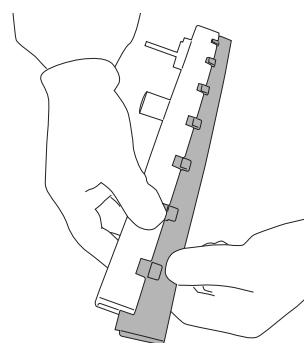

Fig.41
- Puxe as lâminas; deste modo, extraí-se o grupo (Fig.41).